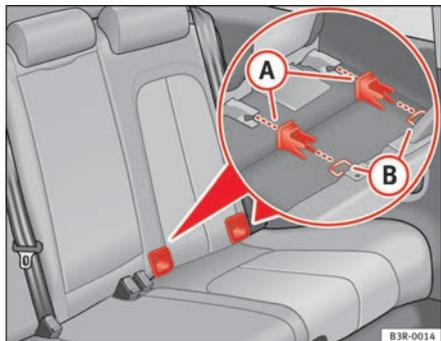

Fig. 32 Posição das fixações ISOFIX do banco traseiro lateral
- Coloque as guias de plástico nas fixações ISOFIX do veículo que se encontram entre o encosto e o assento do banco ⇒ fig. 32.